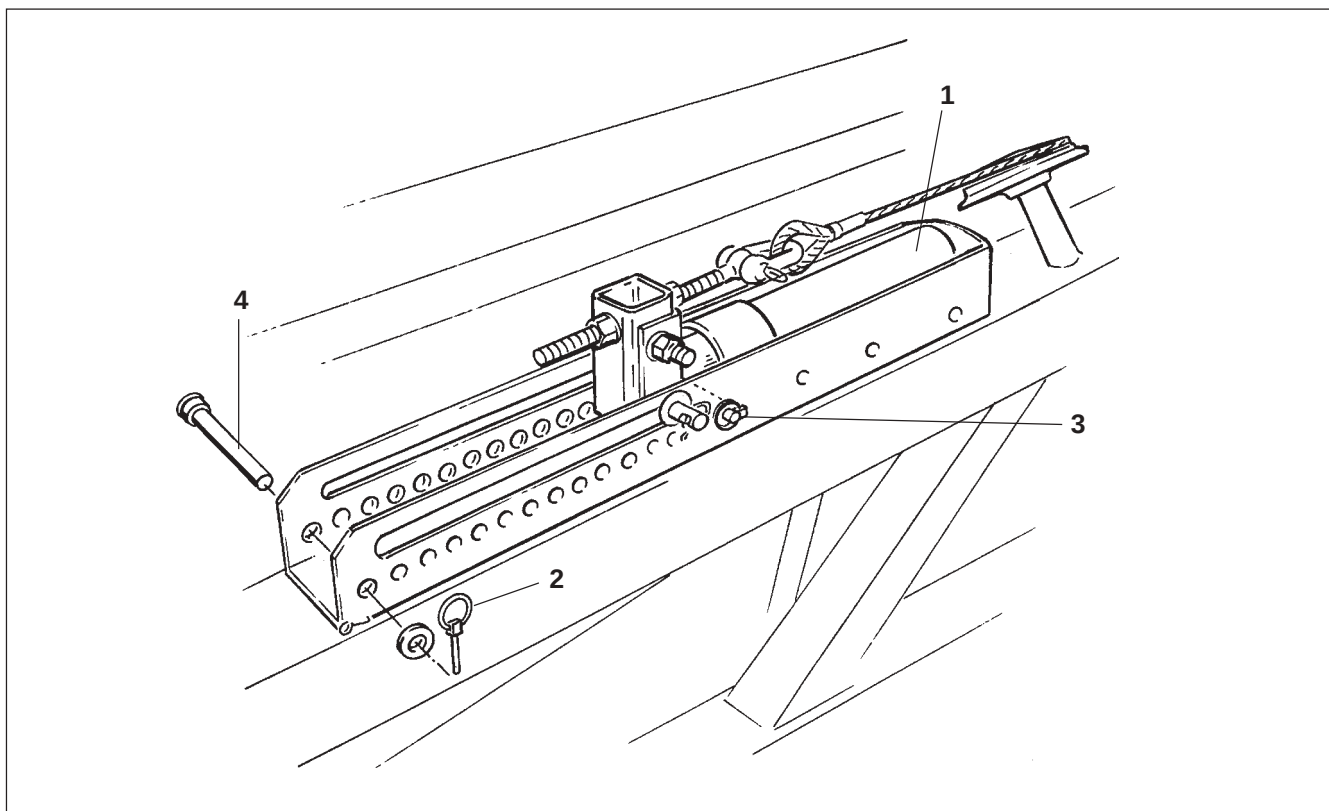
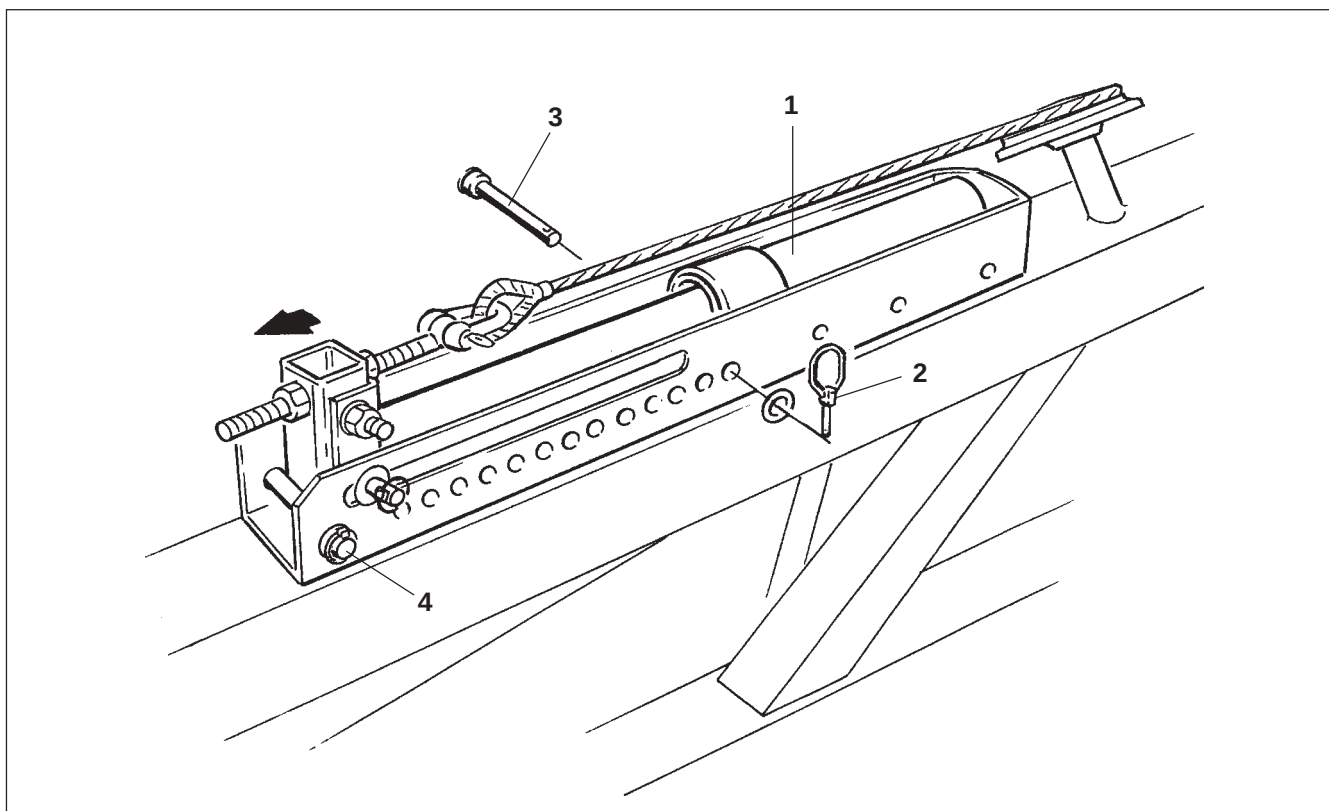

Рис. 9.1
Рис. 9.2
При смене нормальной почвы на тяжелую и наоборот давление сошника переставляется при помощи гидравлического цилиндра (Рис. 9.1/1), который управляется при помощи клапана управления простого действия из кабины трактора.
При поставке механизм регулировки установлен на Вашей сеялке, а также подключен гидроцилиндр (Рис. 9.1/1) к "присоединительному элементу II".
Два пальца (Рис. 9.1/3 и Рис. 9.2/4) устанавливаются в сегмент регулировки в качестве упора гидравлического цилиндра (Рис. 9.1/1). Упор гидравлического цилиндра лежит на пальце (Рис. 9.1/3), если цилиндр не находится под давлением, и на пальце (Рис. 9.2/4), если гидравлический цилиндр находится под давлением.
- Подать давление в гидравлический цилиндр (Рис. 9.2/1).
- Вставить палец (Рис. 9.2/3) в отверстие сегмента регулировки и зафиксировать при помощи откидного шплинта (Рис. 9.2/2).
Минимальное давление устанавливается в том случае, если вынуть пальцы как показано на Рис. 9.2/3.
- Уберите давление из гидравлического цилиндра (Рис. 9.1/1).
- Вставьте палец (Рис. 9.1/4) в отверстие в сегменте регулировки и зафиксируйте при помощи откидного шплинта (Рис. 9.1/4), как показано на рисунке.